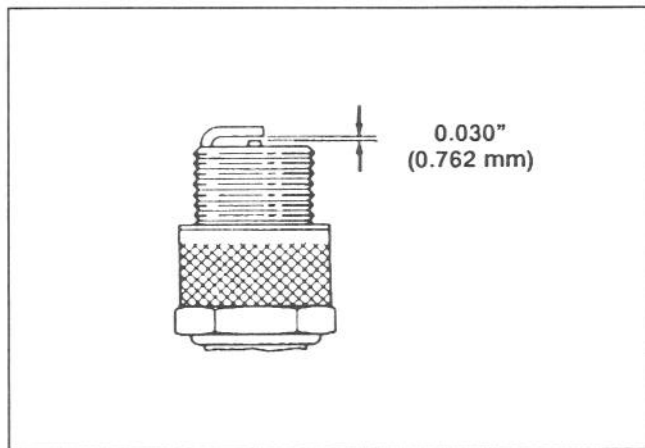

Figure 13
4. Régler l'écartement entre les électrodes centrales et latérales à 0,762 mm (Fig. 13). Installer la bougie à écartement adéquat avec un joint d'étanchéité et serrer la bougie à 2,4 kg/m. Si une clé dynamométrique n'est pas utilisée, bien serrer la bougie.